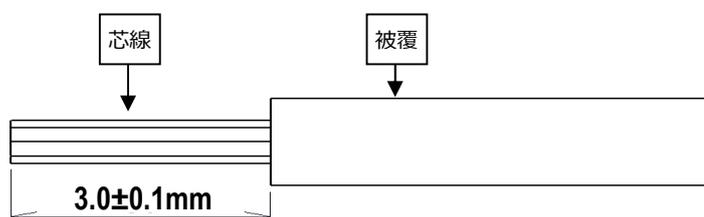

図 1. 電線被覆剥き長さ
- ① 電線被覆は、 3.0 ± 0.1 mmで剥いてください。(図 1 参照)